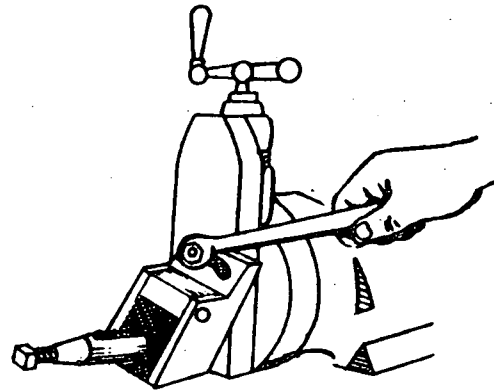

Fig. 4
- a) Tilt the clapper box (Fig. 4).